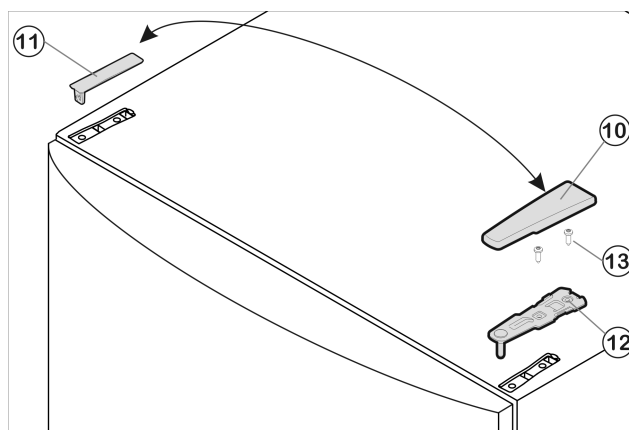

Fig. 6
- Drag bort täckbrickan Fig. 6 (10) framåt och tag bort den Fig. 6 (11).
- Skruva bort den övre lagerbocken Fig. 6 (12) (2 gånger Torx 25) Fig. 6 (13) och drag bort den uppåt.
- Montera övre lagerbock *Fig. 6 (12)* i dörren på den nya gångjärnssidan.
- Skruva fast övre lagerbock *Fig. 6 (12)* (2 gånger Torx 25) *Fig. 6 (13)*. Borra eventuellt upp skruvhålen eller använd skruvdragare.
- Montera täckbricka *Fig. 6 (10)* och täckbricka *Fig. 6 (11)* på den motsatta sidan.